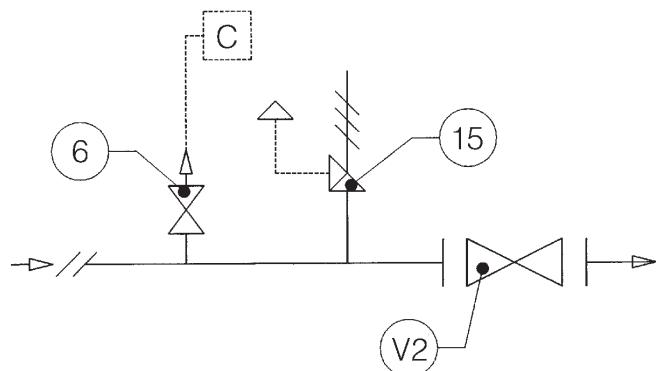

Fig. 7
3.1.1 INSTALLAZIONE DIRETTA SULLA LINEA (Fig. 7)
3.1.1 DIRECT INSTALLATION IN THE LINE (Fig. 7)
3.1.1 INSTALLATION DIREKT AN DER LEITUNG (Fig. 7)
3.1.1 INSTALLATION DIRECTE SUR LA LIGNE (Fig. 7)
3.1.1 INSTALACIÓN DIRECTA SOBRE LA LÍNEA (Fig. 7)
3.1.1 INSTALAÇÃO DIRECTA NA LINHA (Fig. 7)